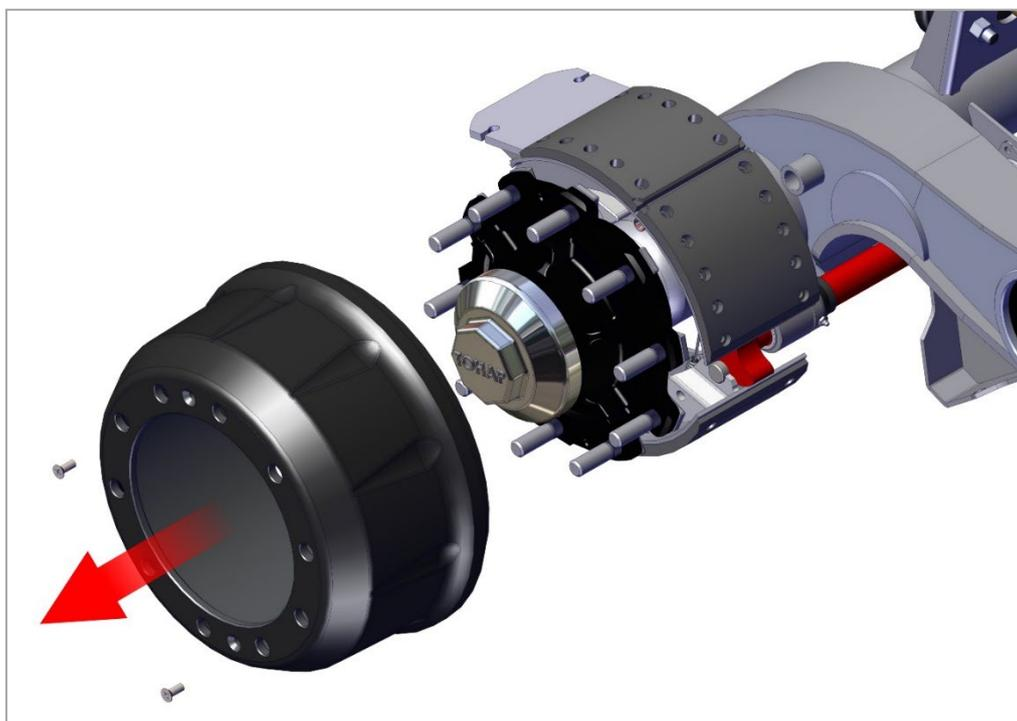

Рис. 27. Снятие барабана.
2) Снимите барабан, как показано на рис. 27.